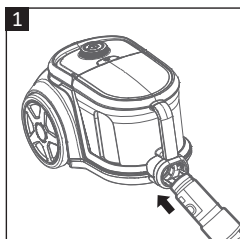

Fig. 1
- Alinee el cuello de la manguera de succión (6) con el receptáculo de la manguera (9) en la aspiradora y empuje firmemente hasta que encaje en su lugar (Fig. 1).